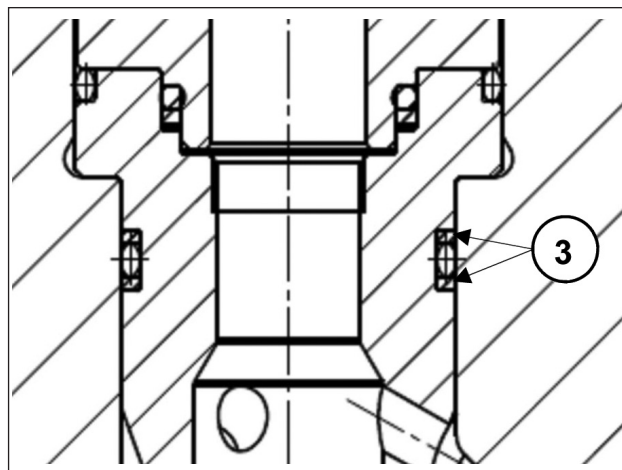

Fig. 28
Introducir los grupos válvula de aspiración y envío con sus casquillos, verificando que encajen en el fondo de la sede de la cabeza. No dañar las anillas anti extrusión de los casquillos (Fig. 28, pos. ③); para colocar y adaptar correctamente las anillas a los alojamientos, realizar las siguientes operaciones: